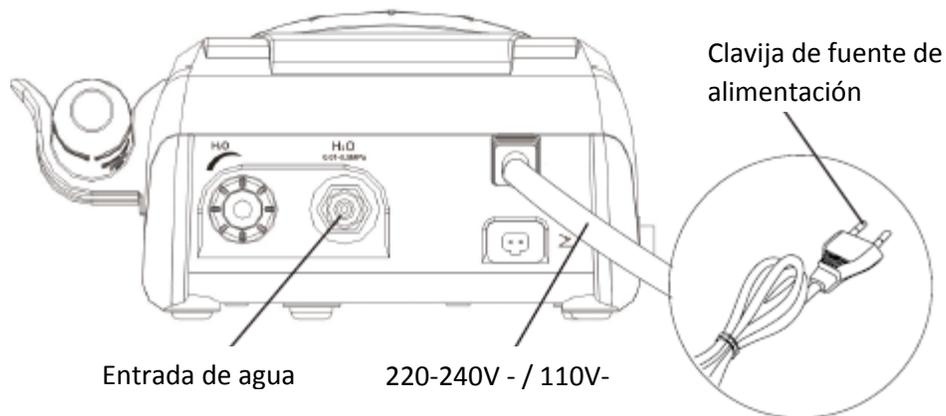

Imagen 2
2.1.3 Insertar la clavija del interruptor de pie en su enchufe (ver imagen 2)
2.1.4 conectar un extremo del tubo de agua con la entrada de agua, y el otro extremo a la fuente de agua limpia. (Ver imagen 2)
2.1.6 conectar el cable e corriente con la unidad principal, y conectar a la corriente. (Ver imagen 2)